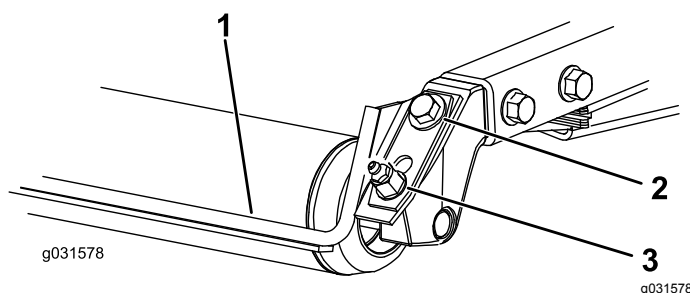

Figura 10
1. Afloje el engrasador y el tornillo de montaje (Figura 10).